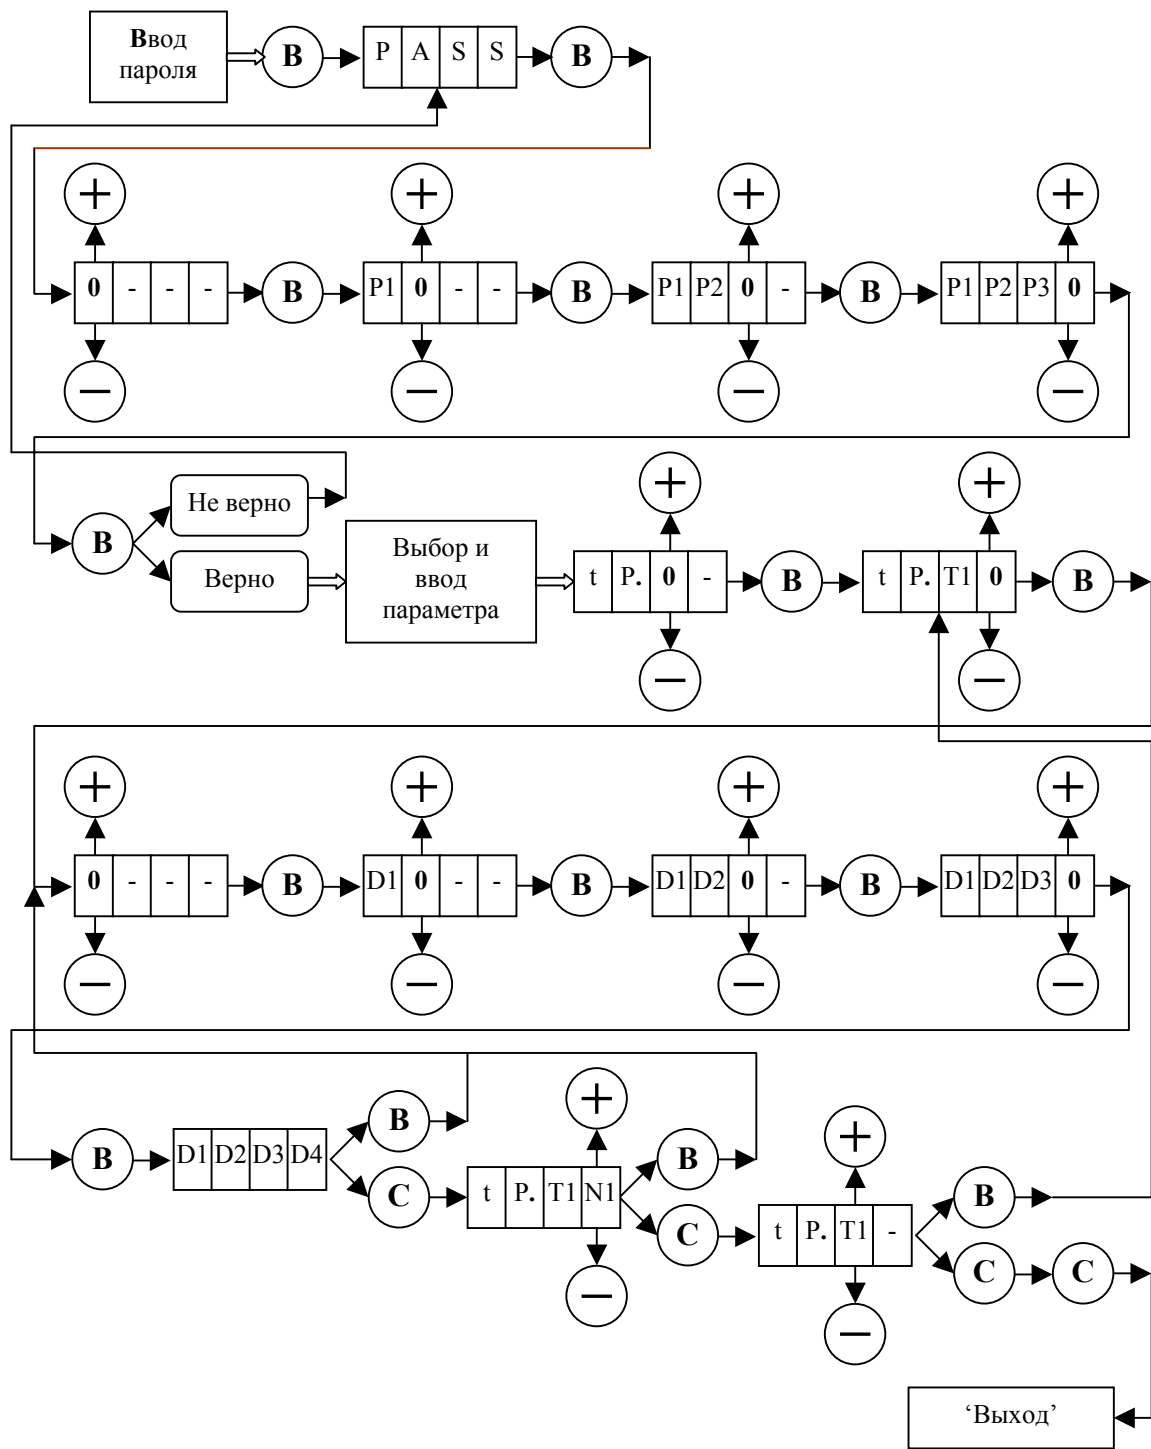

Рис. 5. Ввод параметров с помощью клавиатуры.
- 3.8.8.6. При **полном закрытии**, когда одновременно подана команда ДК (1) и *Устройство* определило наличие упора в зоне С9 (см. **рис.5**), выдается сигнал ВКЗ (1).
3.8.11.2. На **рис. 5** изображена диаграмма ввода параметров с помощью клавиатуры, где кружки с соответствующими надписями обозначают кнопки клавиатуры, причем буква **В** обозначает **ВВОД**, а буква **С** – **СБРОС**.